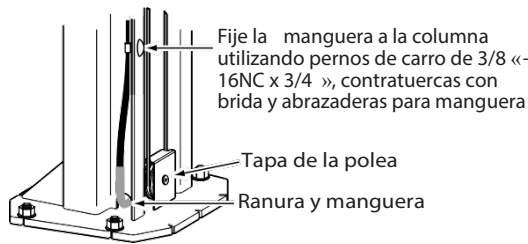
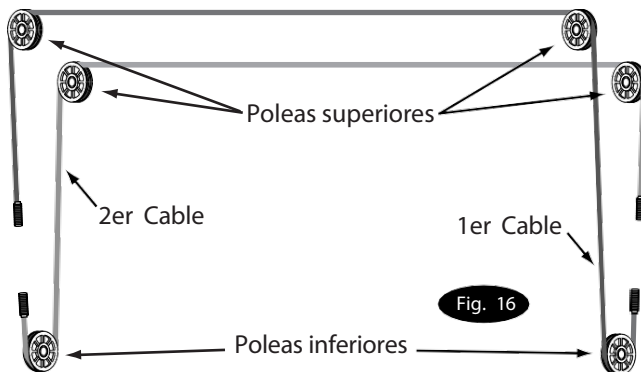
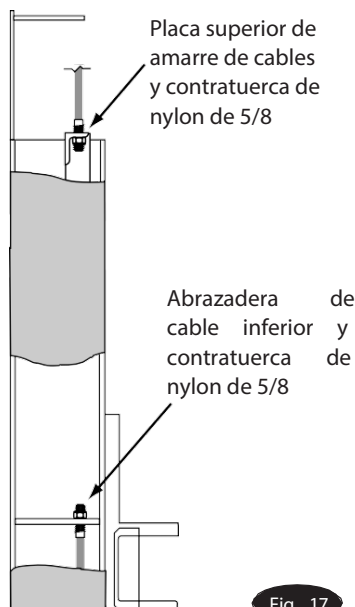

Fig. 15
Fig. 16
Fig. 17
B) Consulte la Fig. 16 para ver la disposición general de los cables. En primer lugar, pase un extremo del cable por el pequeño orificio de la placa de sujeción inferior, Fig. 17.
E) Tire del cable hacia abajo, Fig. 17.
F) Pase el cable alrededor de la polea inferior, luego hacia arriba y alrededor de la polea superior y a través y hacia abajo hasta el carro opuesto, Fig. 16. Instale la cubierta de la polea, Fig. 15.